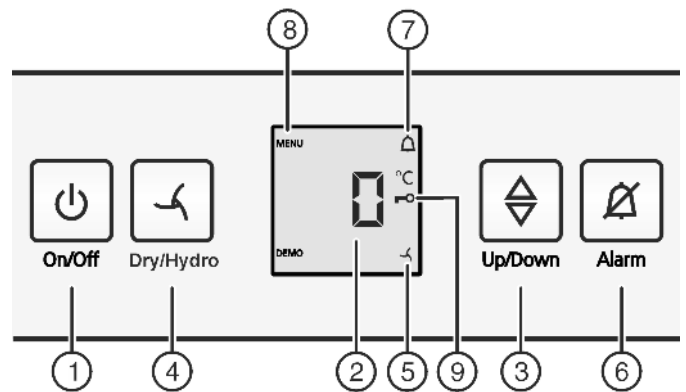

Fig. 2
- Apăsăți tasta On/Off Fig. 2 (1).
- ▶ Activarea modului de reglare: Apăsăți tasta Dry/Hydro Fig. 2 (4) timp de cca. 6 secunde.
- ▷ Simbolul Menu Fig. 2 (8) este aprins.
- ▶ Apăsăți scurt tasta Dry/Hydro Fig. 2 (4) pentru confirmare.
- ▶ Pentru a activa protecția pentru copii, apăsați scurt tasta Dry/Hydro Fig. 2 (4).
- ▷ Simbolul protecției pentru copii Fig. 2 (9) se aprinde. Pe afișaj se aprinde intermitent **c**.
- ▶ Pentru a dezactiva protecția pentru copii, apăsați scurt tasta Dry/Hydro Fig. 2 (4).
- ▷ Simbolul protecției pentru copii Fig. 2 (9) se stinge. Pe afișaj se aprinde intermitent **c**.
- ▶ Dezactivarea modului de reglare: Apăsăți tasta On/Off Fig. 2 (1).
- ▶ Apăsăți tasta Alarm Fig. 2 (6).